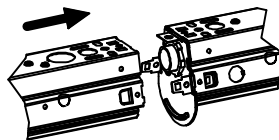

Fig 7A: Row Connexion Monter
3) Insérez l'ensemble pour rejoindre la fin de l'appareil. Glisser vers le côté de l'appareil sur l'assemblage comme indiqué sur la figure 7A ou 7B si vous utilisez un accessoire FSSJ.